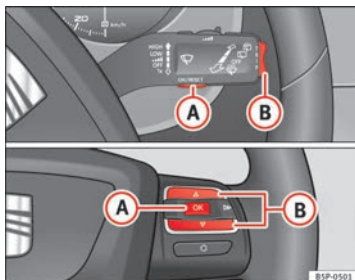

Abb. 41 Wipptasten A und B, Bedienelemente am Lenkrad.
- Zum Umschalten von einem Speicher auf einen anderen drücken Sie bei eingeschalteter Zündung kurz die Taste ⇒ Abb. 41 **A** am Scheibenwischerhebel oder die Taste **A** der Bedienelemente am Lenkrad ⇒ Abb. 41.